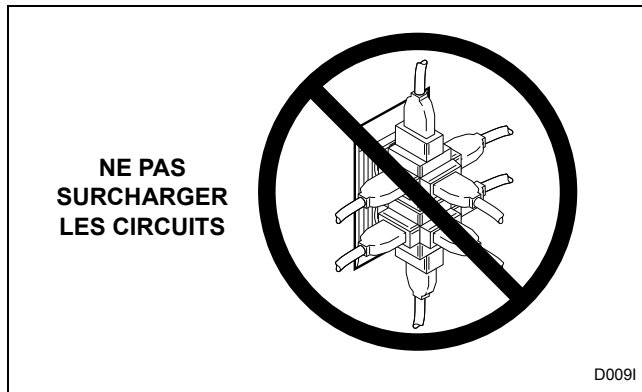

Figure 88
- NE PAS FAIRE FONCTIONNER D'AUTRES APPAREILS SUR LE MEME CIRCUIT LORSQUE CET APPAREIL EST EN MARCHÉ. NE PAS SURCHARGER LES CIRCUITS ! Se reporter à la *Figure 88*.